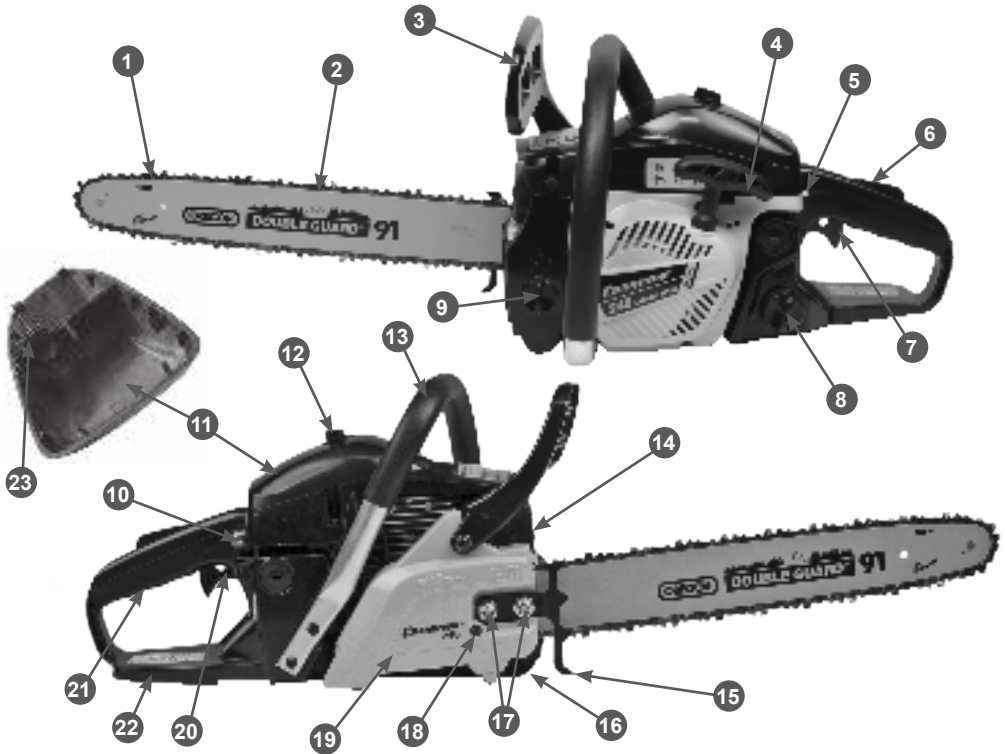

Рис. 1 Основные узлы и органы управления
Основные узлы и органы управления представлены на Рис. 1.
2. Открутите гайки крепления 17 и снимите крышку шины 19 (Рис. 1).
5. Вращая винт шестерни натяжителя цепи 18 (Рис. 1) против часовой стрелки, установите палец натяжителя в крайнее левое положение. Установите на место крышку шины.
- Установите зубчатый упор 15 (Рис. 1) на крышку шины.